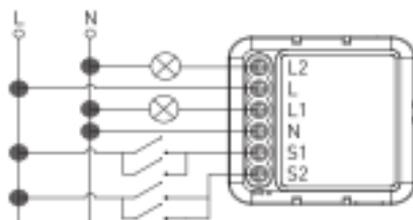

Рисунок 2.6
- с проходными выключателями (см. рисунок 2.6).